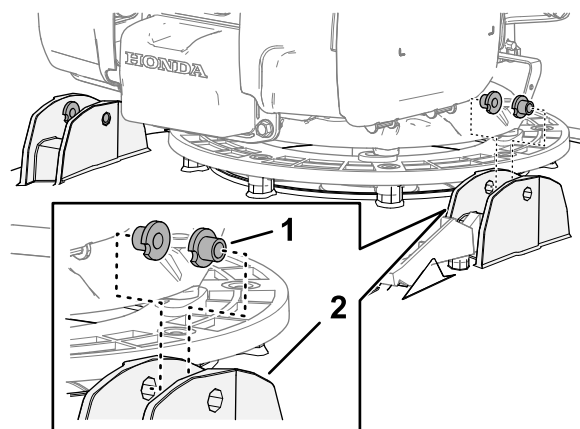

Рисунок 5
1. Вставьте две Т-образные втулки во фланцы рукоятки деки газонокосилки (Рисунок 5).